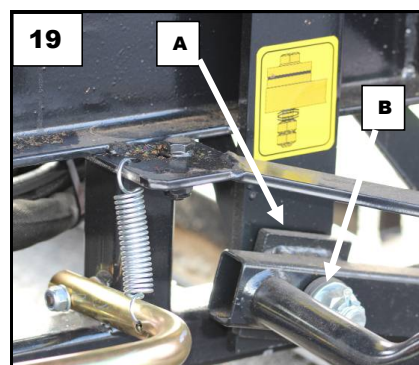

Bild 19. Manuell justering av klyvbettet
- Spaken har en friktionsplatta A, bild 19, som alltid stegfritt håller bettet på rätt höjd.